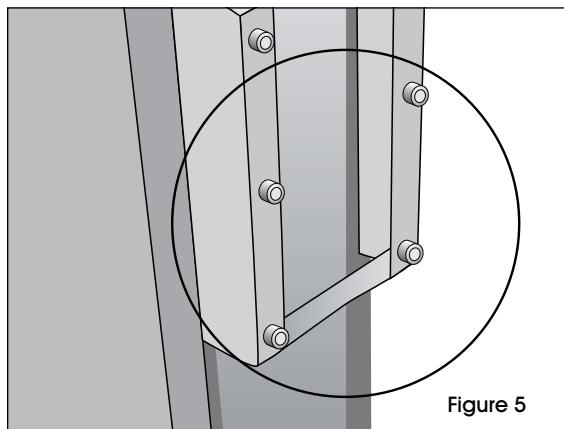

Figure 5
- Pour le montage du chariot, commencez par enlever les quatre boulons inférieurs du support de montage du chariot. (Voir Figure 5)